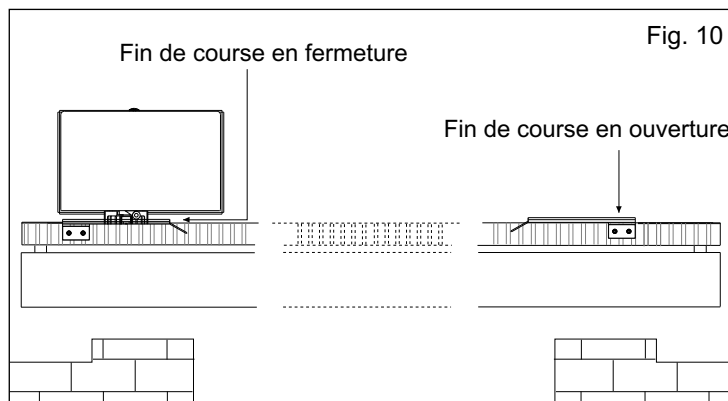

Fig. 10
6.1. Pour l'insallation du fin de course en ouverture, il faut suivre les instructions reportées au-dessous (Fig. 10):